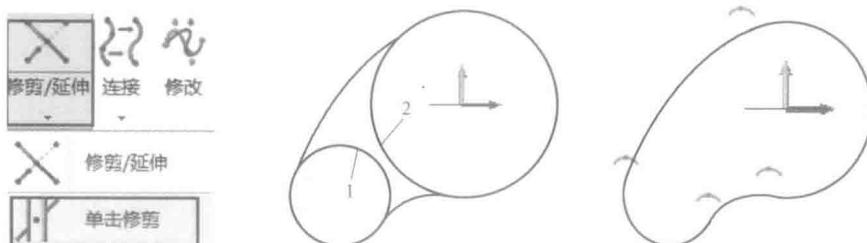

图 1-23 修剪曲线
5) 修剪。选择“草图-修剪与延伸”小三角，选择“单击修剪”进入单击修剪命令栏，单击位置 1 和位置 2 修剪多余的线，如图 1-23 所示。